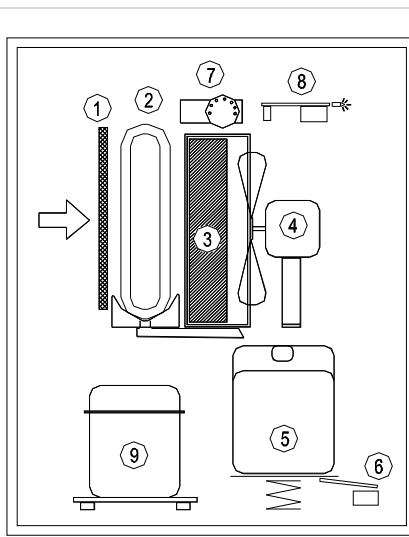
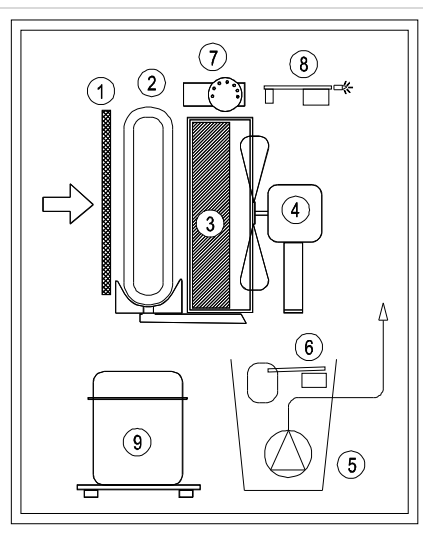

Fig. 2
Fig. 3
Con riferimento al disegno (fig.1), l'aria viene aspirata dalla parte posteriore dell'apparecchio, attraverso nell'ordine il **filtro -1-** il serpentino freddo di alluminio (**evaporatore**) **-2-**, lo scambiatore caldo (**condensatore**) **-3-**. Successivamente il **ventilatore -4-** espelle l'aria attraverso la griglia frontale reimmettendola nell'ambiente. L'acqua condensata viene raccolta nella **tanica -5-**. Un **microinterruttore -6-** arresta l'apparecchio quando il livello dell'acqua nella tanica raggiunge un opportuno livello provocando il sollevamento del galleggiante. L'**umidostato -7-** consente il funzionamento del deumidificatore quando l'umidità in ambiente è più elevata del livello desiderato. Una **scheda elettronica -8-** gestisce lo sbrinamento ed impedisce dannose partenze ravvicinate del **compressore -9-** ritardandone l'avviamento. Alcuni modelli hanno un dispositivo di arresto che anziché il galleggiante usano un dispositivo a peso (fig.2). la Fig. 3 si riferisce alla macchine con pompa di sollevamento condensa, la quale comprende un serbatoio di raccolta condensa -5- ed un dispositivo a galleggiante di arresto della macchina per troppo pieno -6- nel caso la pompa non scarichi correttamente.
Fig. 3 refers to the machine provided with lifting pump, which includes a water collection tank (5) and a floating ball stopping device for full tank (6), in case the pump would not unload properly.